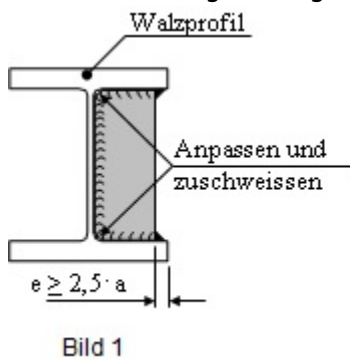
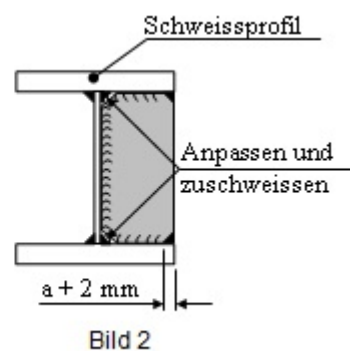

Bild 1
Bild 2
- Bei ruhender und vorwiegend ruhender Beanspruchung sind Ecken von Aussteifungen, Verstärkungsrippen und quer zu Längsblechen/ Längsträgern verlaufende Bleche in der Ecke anzupassen und rundherum zu verschweißen. Dies betrifft sowohl gewalzte als auch geschweisste Längs-Profile. Am Profilrand ist die Steife/ die Verstärkungsrippe/ das Querblech um das Maß  $e \geq 2,5 \cdot a$  zurückstehen zu lassen oder muss mit einer Fase versehen werden, die  $(a + 2)$  mm tief ist, damit eine ausreichende Umschweißung sichergestellt ist (Bild 1 und Bild 2).
- Bei dynamischer Belastung gilt für die Eckausführung das gleiche (Bild 1 und Bild 2), wenn die Dicken der beteiligten Bauteile  $\leq 15 \text{ mm}$  sind (Gurtbleche, Stegbleche, Steifen u.a.), da dann die Kerbwirkung aus Spannungsanhäufung durch Nahtkreuzung der Längs-/ Quernähte bzw. Walzspannung im Radius/ Quernähte geringer einzustufen ist, als die Kerbwirkung, verursacht durch einer Ausnehmung.